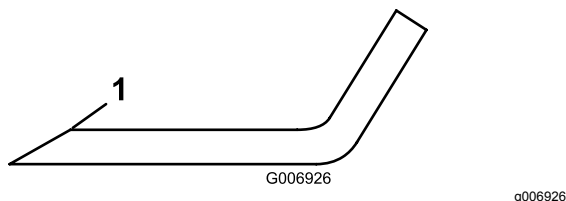

Figure 87
4. Examinez les tranchants de toutes les lames. Si elles sont émoussées ou ébréchées, affûtez uniquement le haut du tranchant et conservez l'angle de coupe d'origine pour obtenir une coupe nette (Figure 87).